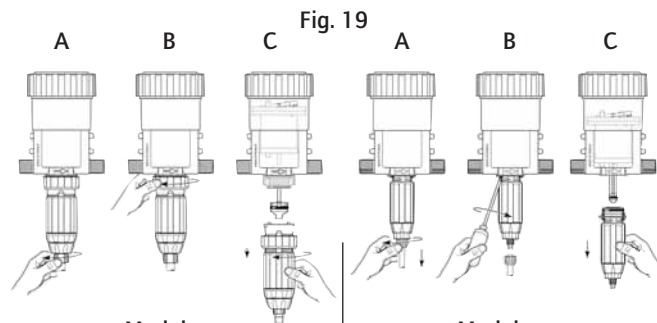

Fig. 19
- Desmontar el tubo de aspiración para la solución (Fig. 19 A), y la cola de la inyección externa si modelo IE.
- Desenroscar la parte dosificación manualmente o con un destornillador cruciformo según los modelos (Fig. 19 B).
- Tirar hacia abajo para retirar la parte dosificación (Fig. 19 C).